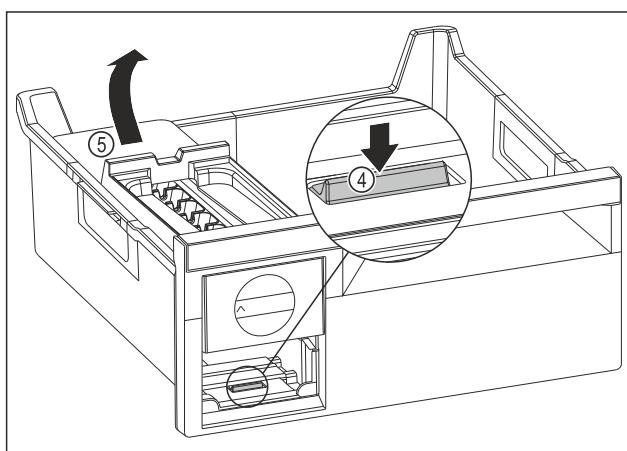

Fig. 82
- Извлеките корпус EasyTwist-Ice: Надавите пальцем вниз на накладку Fig. 82 (4) и одновременно другой рукой поднимите корпус EasyTwist-Ice Fig. 82 (5) сзади.